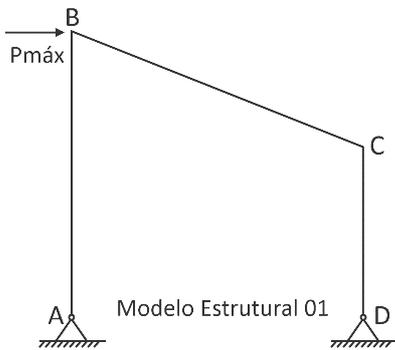

Figura 02 – Modelo Estrutural 01, com aplicação da máxima carga ($P_{m\acute{a}x}$) no Ponto B.
Sabendo que o momento fletor de plastificação da seção transversal é $M_p = 2.500 \text{ kN.m}$, assinale a alternativa que indique o Grau de Hiperestaticidade (GH) do Modelo Estrutural 01 e a máxima carga ($P_{m\acute{a}x}$) que pode ser aplicada no seu Ponto B, conforme a figura 02.